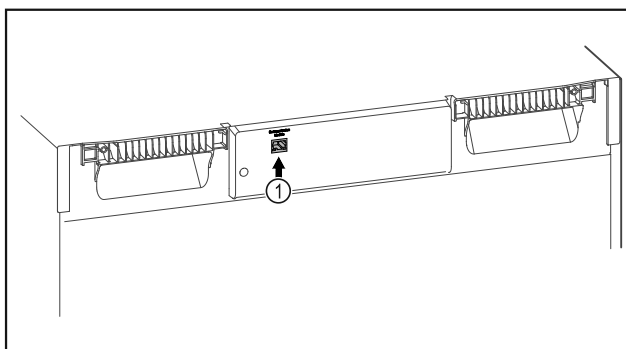

Fig. 102
- SmartModule Fig. 102 (1) naudojamas.